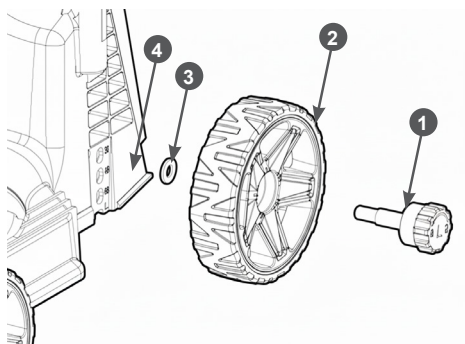

Рис. 7. Установка колёс
- а - установите колеса 2 на оси 1, оденьте шайбы 3. (Рис. 7).
- д - вкрутите оси в отверстия в корпусе газонокосилки 4, в соответствии с выбранной высотой (Рис. 7). Все колёса должны быть установлены на одной высоте.